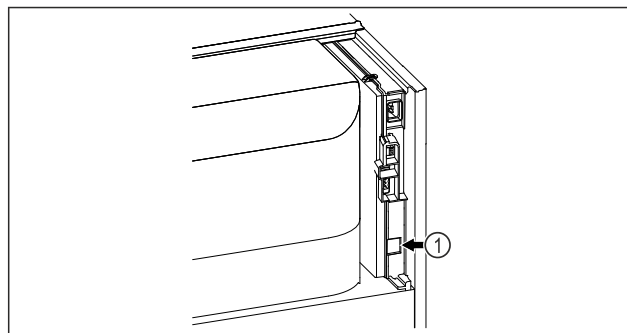

Fig. 61
- SmartModule Fig. 61 (1) is geplaatst.